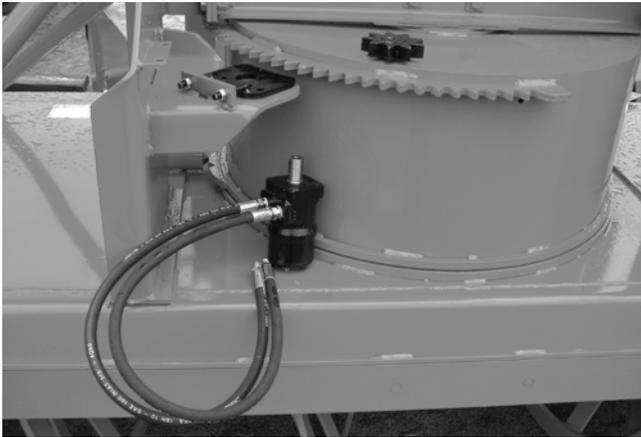

Figure 19
- 2) Visser les boyaux sur le moteur tels qu'ils sont montrés sur la photo (Fig. 19) en utilisant du ruban de téflon pour assurer l'étanchéité des raccords.